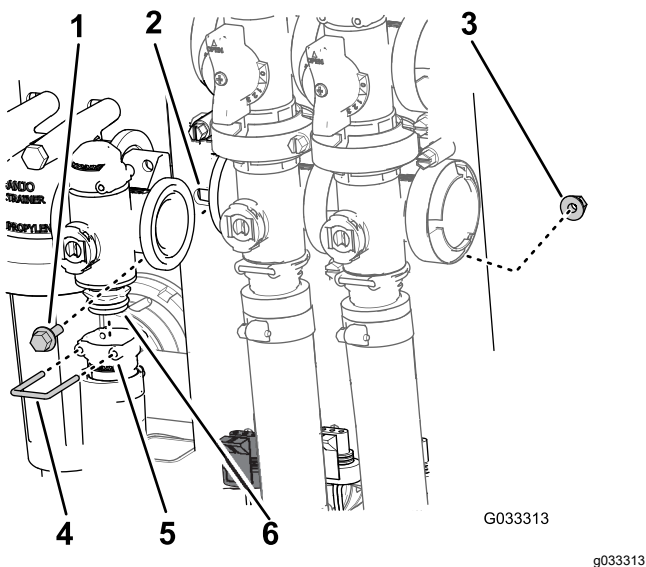

Figure 69
2. Retirez l'étrier qui fixe le raccord de sortie au collecteur du régulateur de débit (Figure 69).
3. Retirez les 2 boulons à embase et les 2 contre-écrous à embase qui fixent le régulateur de débit sur le support, puis déposez le collecteur de la machine (Figure 69).